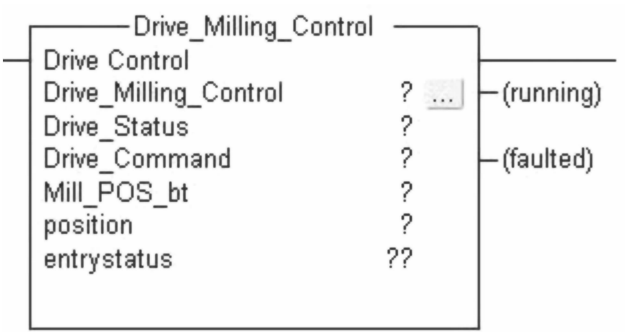

图 19-5 显示界面
- 选择“帮助”(Help)选项卡并检查指令将如何显示, 如图 19-5 所示。